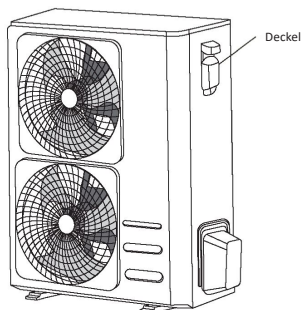

Abb. 12.1.
- 2. Entfernen Sie die elektrische Abdeckung von der externen Einheit. (Siehe Abb. 12.1)